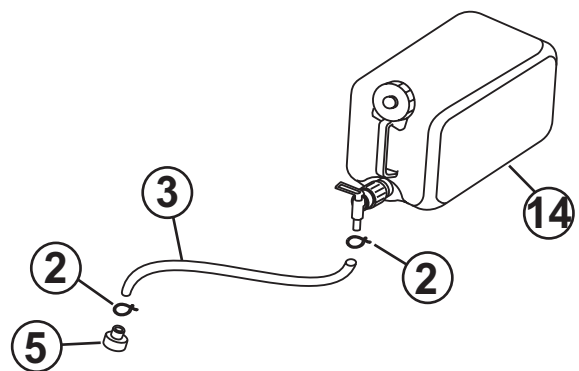

Figure 25. Tuyau et colliers
6. Connectez le raccord pivotant (élément 5, Figure 25) à l'une des extrémité du tuyau (élément 3) avec un collier (élément 2).